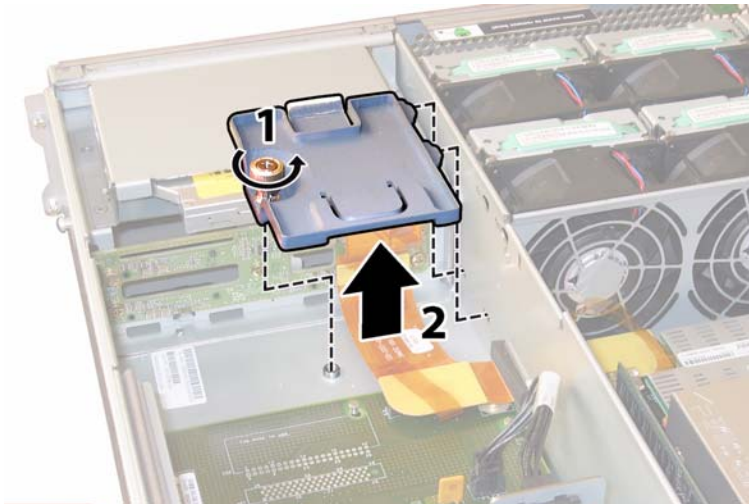

ABBILDUNG 4-34 Entfernen des Flex-Kabelhalters
8. Lösen Sie die federgespannte Befestigungsschraube des Flex-Kabelhalters, und entfernen Sie den Kabelhalter aus dem Gehäuse. Siehe ABBILDUNG 4-34.